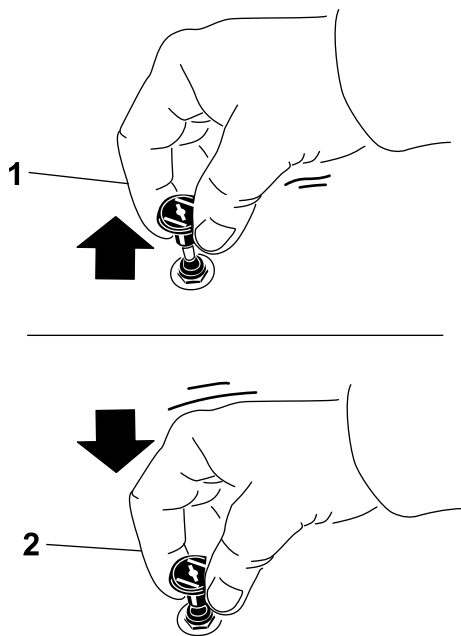

Figure 18
1. Tirez sur la commande du volet de départ pour engager le volet de départ avant d'utiliser le commutateur d'allumage (Figure 18).
2. Appuyez sur la commande pour désengager le volet de départ une fois que le moteur a démarré (Figure 18).